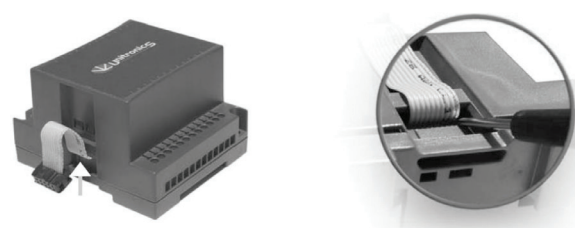
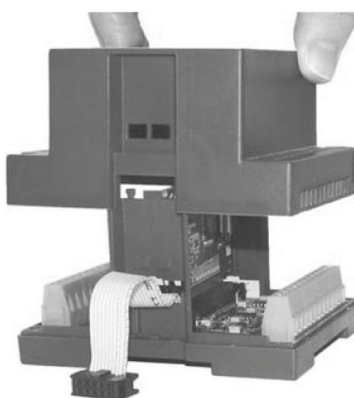

Рис. 48
Рис. 49
3. Осторожно снимите верхнюю крышку прибора (рис. 48, рис. 49).